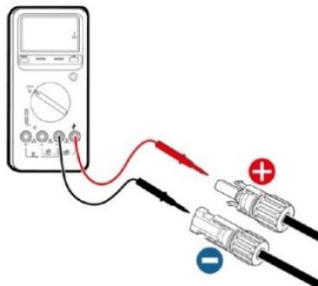

Abb. 5.3 Polarität und Spannung des DC-Eingangs prüfen
(2) Überprüfen Sie die Polarität des MC4-Steckverbinders und versichern Sie sich, dass sie korrekt ist (siehe Abb. 5.3). Überprüfen Sie, ob die Spannung des PV-Strangs innerhalb der erwarteten Werte liegt. Jeder PV-Strang muss überprüft werden.